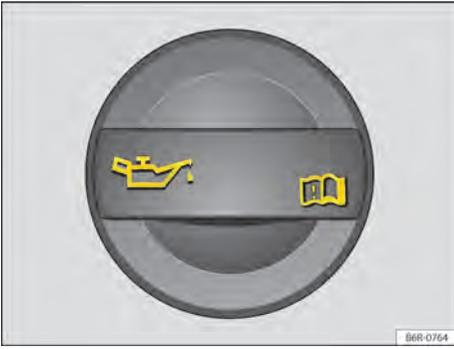

Fig. 155 En el compartimento del motor: tapón de la boca de llenado del aceite del motor.
4. Identifique la boca de llenado del aceite del motor y la varilla de medición del aceite. La boca de llenado del aceite del motor está identificada con el símbolo  sobre la tapa → fig. 155 y la varilla de medición del nivel de aceite con la empuñadura de color. Si no está claro donde se encuentran la tapa y la varilla de medición de aceite, entrar en contacto con un Concesionario Volkswagen o una empresa especializada.
9. Desenroscar la tapa de la boca de llenado de aceite del motor → fig. 155.